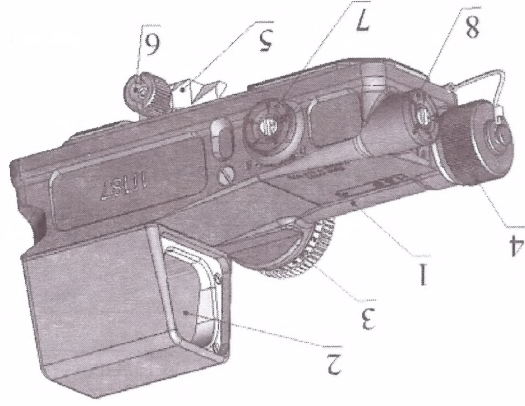

Рис. 1 Прицел колиматорный I1187
П(правее), Л(левее) - обозначения механизма выверки 7 (рис.1) по горизонтали;
Н(ниже), В(выше) - обозначения механизма выверки 8 (рис.1) по вертикали;
2.2.2 Проверка готовности прицепа и кронштейна АК-ПК к использованию проводится в следующем порядке: достать прицеп, установить на кронштейне АК-ПК, из сумки, включить прицеп, поворотом ручки 3 (рис.1); проверить наличие свечения прицепной марки; проверить отсутствие мерцания (пульсации) прицепной марки; проверить целостность посадочных поверхностей кронштейна АК-ПК; проверить работоспособность фиксирующих механизмов кронштейна АК-ПК, устанавливая его на оружие; включить прицеп поворотом рукоятки 3 (рис.1). При отсутствии свечения прицепной марки необходимо заменить источник питания.